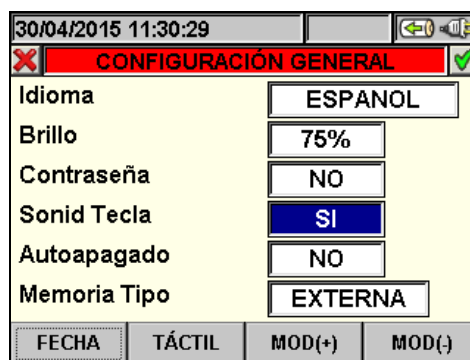

Fig. 14: Pantalla Programación Sonido Teclas
- Posicione el cursor con las teclas flecha arriba o abajo sobre el campo correspondiente a la función "Sonido Teclas" evidenciándolo sobre fondo azul, como muestra en Fig. 14